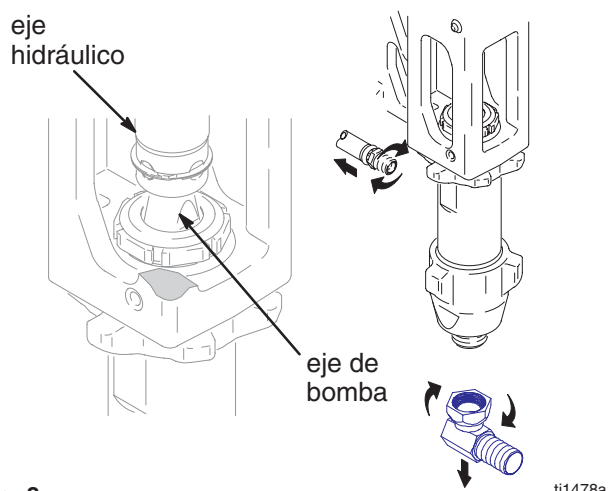

Fig. 8
3. Fig. 8. Retire el tubo de aspiración y la manguera de pintura (retírelos por el extremo giratorio).